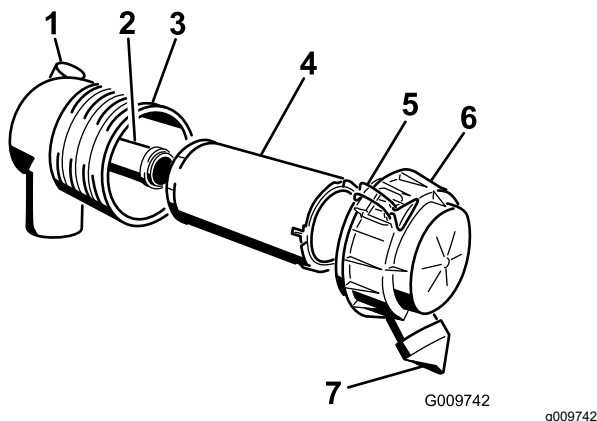

Figura 54
1. Extraiga con cuidado el filtro primario de la carcasa del limpiador de aire (Figura 54).
4. Si va a cambiar el filtro de seguridad, deslice el filtro nuevo con cuidado en el cuerpo del filtro (Figura 54).
6. Instale la cubierta del limpiador de aire con el lado que lleva la palabra "UP" (arriba) hacia arriba y fije los cierres (Figura 54).